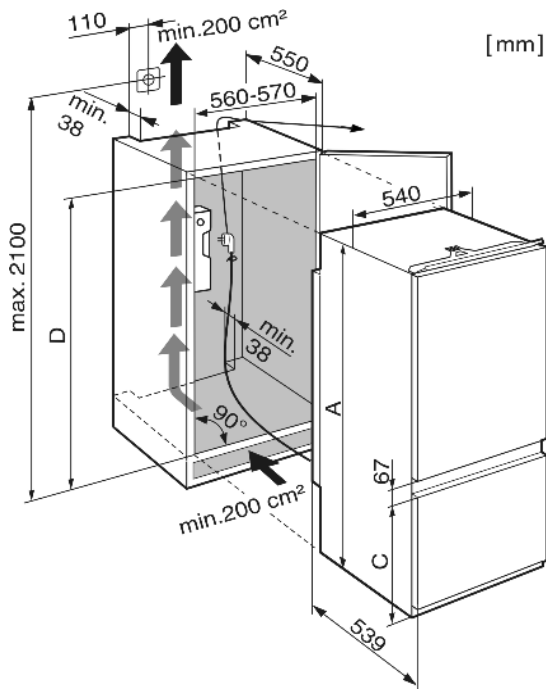
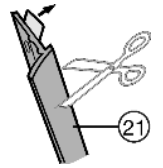

Fig. 5
Fig. 9
- ▶ Coller la bordure de protection Fig. 9 (21) du côté préhension et à fleur sur la paroi latérale de l'appareil : Retirer le film de protection et coller la bordure de protection.
- ▶ Si nécessaire, raccourcir la bordure de protection Fig. 9 (21) à la hauteur de la niche.
- ▶ Appliquer la bordure de protection Fig. 9 (21) exactement sous l'équerre de fixation Fig. 5 (22).